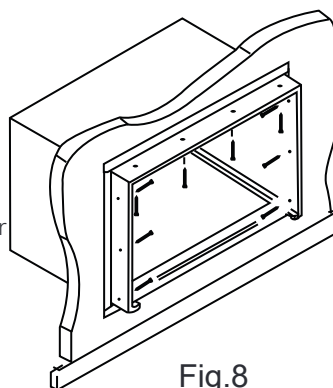

Fig.8
5. Atornille o clave el marco de madera del gabinete usando calzas si el marco es demasiado grande para eliminar la distorsión. Consulte la Fig.8. Recuerde mantener la pendiente adecuada según se describe en el Paso 3.